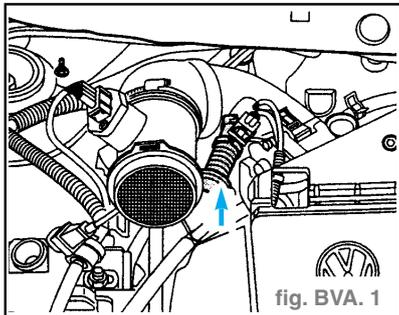

fig. BVA. 1
- Sur les véhicules avec moteur 6 cyl., déposer la conduite au-dessus de l'œillet droit sur le moteur. (fig. BVA. 1)